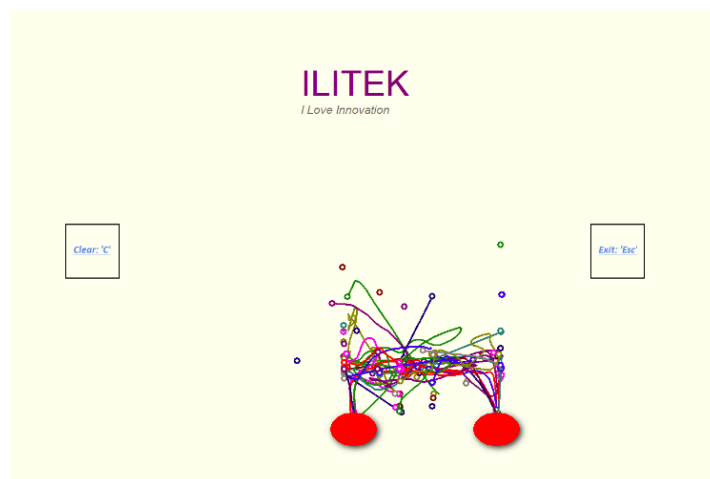

Figure 5-10: 關閉防重壓觸摸屏形變亂報點功能視窗示意圖
- ◆ 圖 Figure 5-10 為關閉分離劃線功能示意圖